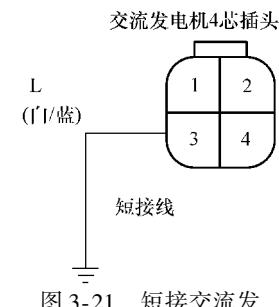

图 3-21 短接交流发电机 3 号端子
- 15) 将点火开关旋至锁定 (LOCK) (0) 位置。
- 17) 如图 3-21 所示, 用一根短接线连接交流发电机 4 芯插头 3 号端子与车身搭铁。
- 18) 打开点火开关至 ON (II) 位置。充电系统指示灯是否点亮?